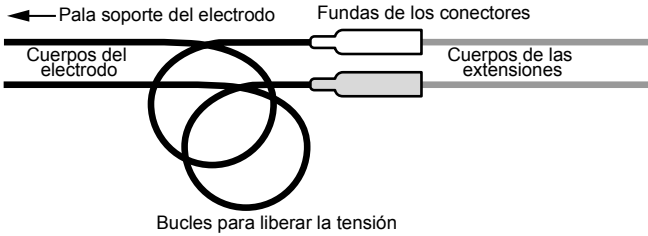

Figura 3. Bucles para liberar la tensión creados con los cuerpos del electrodo.
1. Mientras mantiene la posición del electrodo, cree un bucle para liberar la tensión con cada cuerpo del electrodo, enrollando los cuerpos del electrodo cerca de las fundas de los conectores (Figura 3).